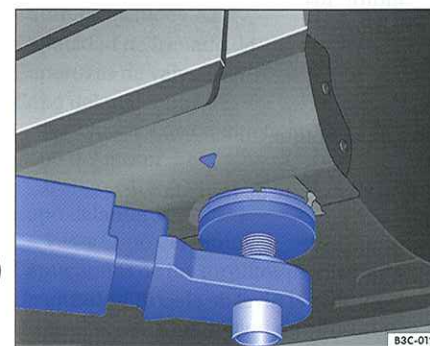
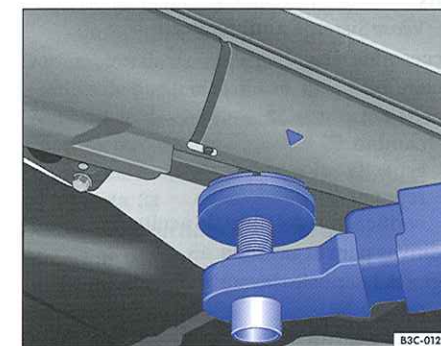

Fig. 51 Puntos de apoyo delanteros para elevar el vehículo con la plataforma elevadora
Fig. 52 Puntos de apoyo traseros para elevar el vehículo con la plataforma elevadora
- El vehículo debe elevarse únicamente por los puntos indicados en las ilustraciones ⇒ fig. 51 y ⇒ fig. 52. Si no se eleva el vehículo por los puntos indicados se puede caer de la